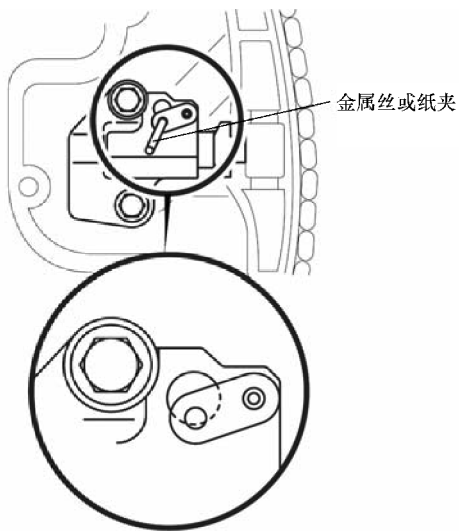

图 10-19 用金属丝锁定柱塞
⑤ 在连接板孔和张紧器主体孔重叠的位置插入大约 1.5mm 厚的金属丝或纸夹,从而固定连接板,并锁定柱塞,如图 10-19 所示。
⑥ 拆下链条张紧器。